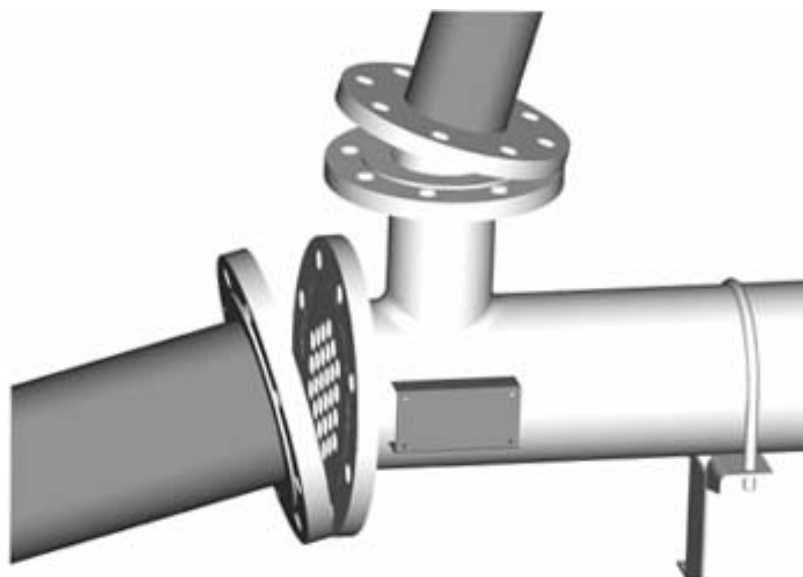

Fig. 3
2.6 Sistemare gli scambiatori in modo che gli allacciamenti alle tubazioni non generino sforzi sullo scambiatore (fig. 3).
2.6 Set exchangers level and square so that pipe connections may be made without forcing (fig. 3).